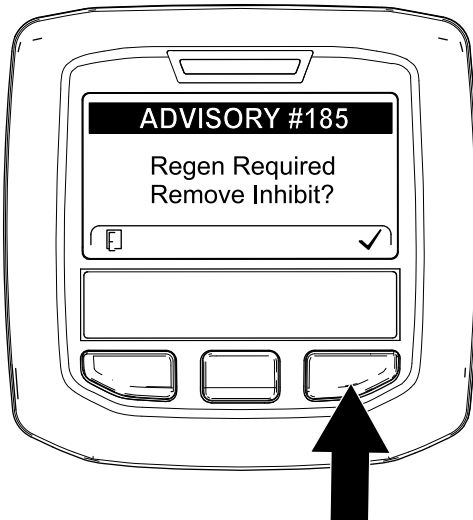

Figura 78
**Nota:** Si INHIBIT REGEN (Inhibir regeneración) está ajustado en ON (Activado), el InfoCenter muestra ADVISORY #185 (Aviso n.º 185) (Figura 78). Pulse el botón 3 para establecer el ajuste de inhibición de regeneración en OFF (Desactivado) y seguir con la regeneración de restablecimiento.